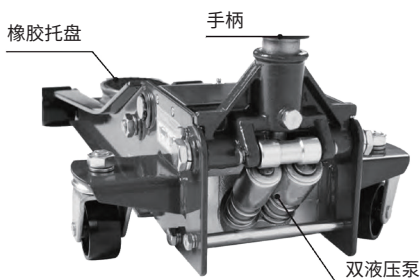

图 1
- 2) 将手柄塞进掀手孔 (见图 1)。
- 3) 逆时针方向转动手柄 (见图 1), 打开回油阀。